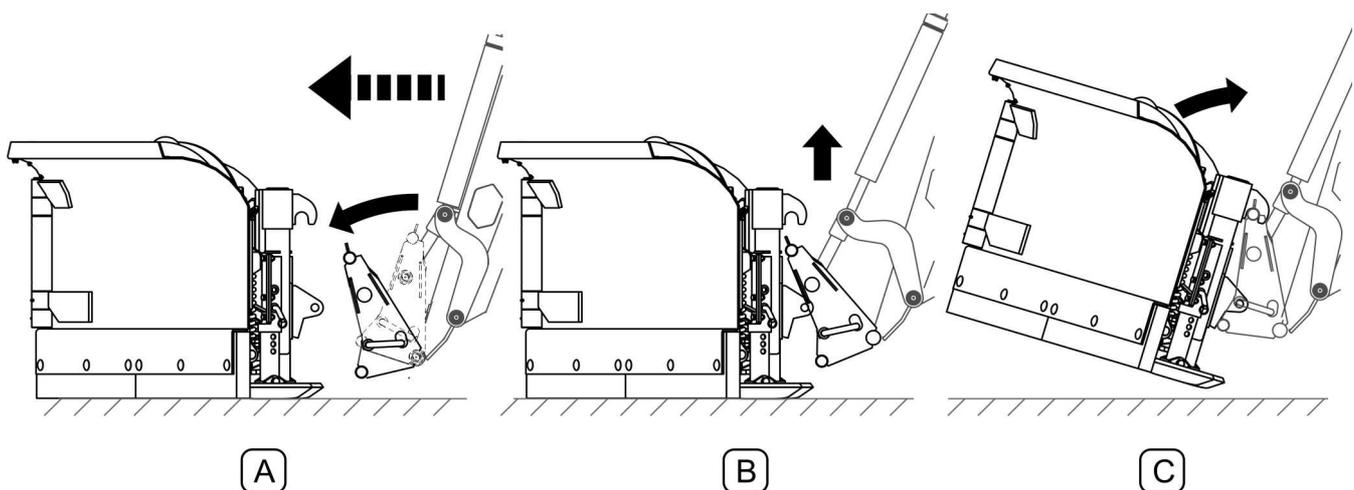

ABBILDUNG 4.2 Anschluss an einen Frontlader
Bei der Aufhängung des Pfluges an einem Frontlader (ABBILDUNG 4.2) ist wie folgt vorzugehen:
Die Stecker der Hydraulikanschlüsse (1) für die Steuerung des Pfluges müssen an die Anschlussbuchsen für die Arbeitswerkzeuge des Laders angeschlossen werden (ABBILDUNG 4.2). Die Stecker (3) des Stromkabels des Magnetventils (2) an die 12V Bordspannungssteckdose anschließen, den Schalter (4) an die Leitung (2) anschließen und in der Führerkabine an einer leicht zugänglichen Stelle anbringen. Die Hydraulik- und Elektroleitungen so verlegen, dass sie während des Betriebs nicht beschädigt werden können.